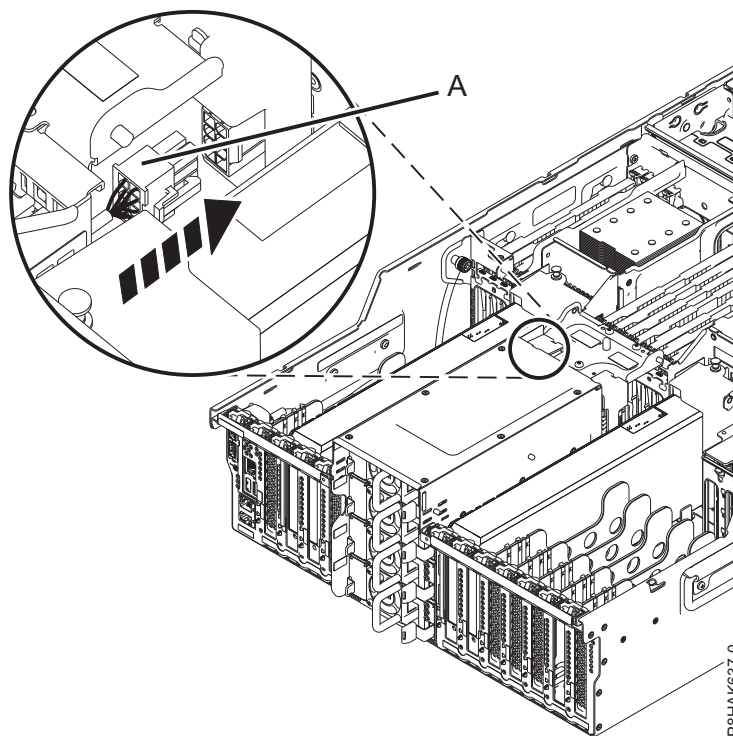

Figura 41. Connexió dels cables d'alimentació per a l'adaptador PCIe GPU al sistema 8247-42L
6. Si esteu instal·lant o substituint l'Adaptador GPU x16 PCIe de 3a. generació (FC EC47 o EC4B) en un sistema 8247-42L, connecteu el cable d'alimentació auxiliar (A) als connectors de la placa posterior del sistema, tal com es mostra a Figura 41 a la pàgina 47. Si esteu instal·lant o substituint qualsevol altre adaptador, aneu al pas següent.